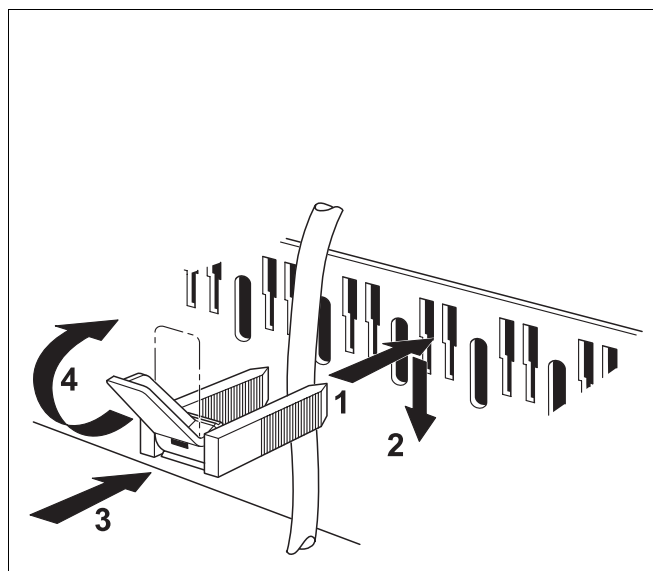

Рис. 66 Крепление провода хомутом
- Все провода закрепить хомутами (рис. 66):
- Вставить хомут с проводом сверху в шлицы рамки (рис. 66) ; пластинка рычага должна быть при этом направлена вверх (рис. 66, шаг 1).
- Сдвинуть хомут вниз (рис. 66, шаг 2).
- Нажать на хомут (рис. 66, шаг 3).
- Повернуть рычажок вверх (рис. 66, шаг 4).